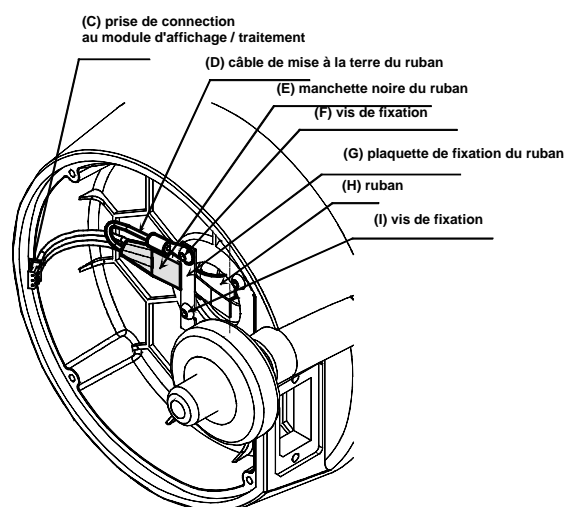

Figure 8-6
- Déconnecter la prise (C) comme indiqué sur la Figure 8-6 et retirer le module d'affichage / traitement.
- A l'aide de la clé Allen de 2.5, dévisser les 2 vis (F) de la plaque de fixation du ruban (G) ainsi que le câble de terre (D)) comme indiqué sur la Figure 8-6. Ne pas retirer les 2 vis restantes qui fixent l'axe.
- Du côté boîtier électronique, ajuster le ruban de sorte que la manchette noire se trouve au bord de la plaquette de fixation du ruban (G); si besoin, tirer le ruban depuis l'intérieur de l'axe; fixer le ruban comme le montre la Figure 8-6. Les 2 vis (F) doivent être collées à la colle bleue (démontable), par exemple Loctite 243.
- Fixer les 4 vis (K) du porte-flasque.
- Si besoin, réajuster la boucle (M) et le S (L) du ruban côté intérieur de l'axe.
- Déconnecter la connecteur du ruban (C), voir Figure 8-6.